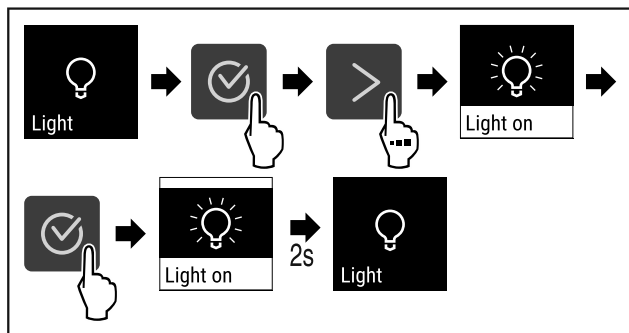

Fig. 68
- ▶ Выполните шаги действия (см. Fig. 68).